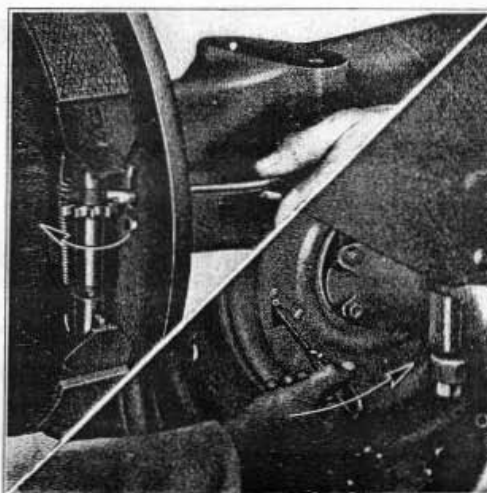

Fig. 3 = Réglage des Freins
2. Pousser la plaquette couvrant la fente de réglage pratiquée dans l'arrière du tambour de frein et, à l'aide d'un tournevis, faire tourner le pignon de réglage pratiquée dans l'arrière du tambour de frein et, à l'aide d'un tournevis, faire tourner le pignon de réglage vers l'arrière du tracteur pour écarter les mâchoires (voir Fig. 3).